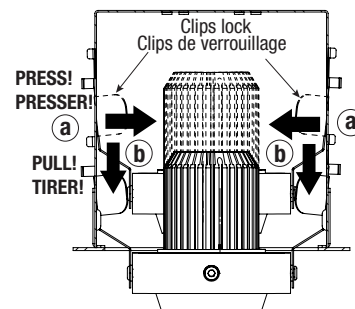

Fig. 4c
8. Install the LED heads. Adjust heads orientation and retract gimbals as needed (Fig. 4c).
8. Installer les têtes DEL. Orienter et rétracter les têtes selon vos besoins (Fig. 4c).